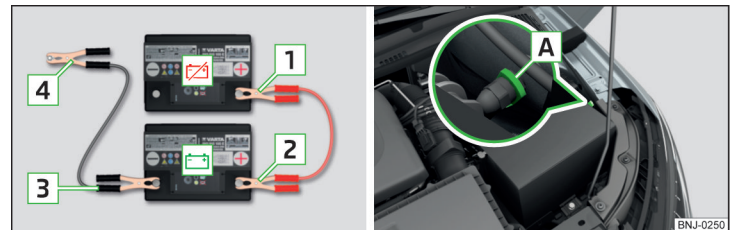

Abb. 283 Starthilfe: 🚫 - entladene Batterie, 🟩 - stromgebende Batterie / Massepunkt des Motors beim START-STOPP-System
- › Bei Fahrzeugen **mit** dem START-STOPP-System die Klemme **4** am Massepunkt des Motors **A** befestigen » Abb. 283.